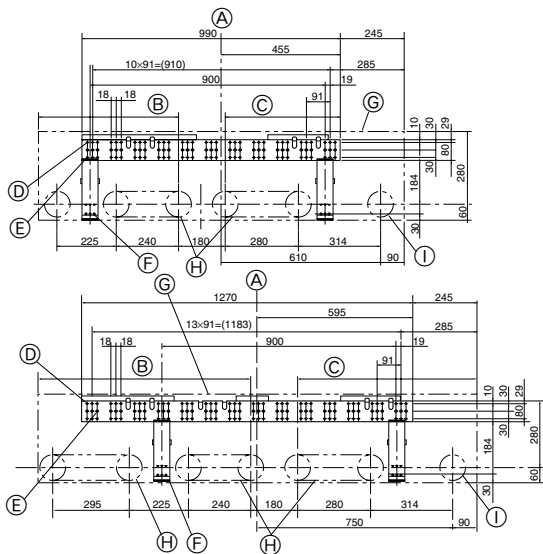

Fig. 3-2
3.2. Instalação de uma placa de montagem na parede (Fig. 3-2)